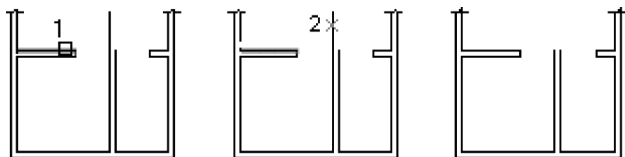

图 4-72 延伸方式修剪对象
1) 延伸(E): 延伸边界进行修剪。在此方式下, 如果剪切边没有与要修剪的对象相交, 系统会延伸剪切边直至与要修剪的对象相交, 然后再修剪, 如图 4-72 所示。